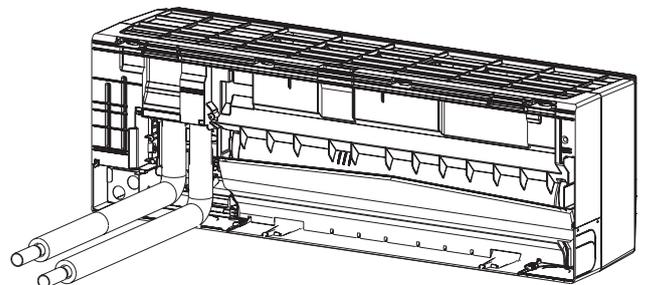

Fig. 3-20
- (8) Coloque los materiales de aislamiento Ⓛ en las partes cortadas Ⓓ de las cubiertas de la tubería para aislarlas. (Fig. 3-20)
- (9) Coloque la cubierta de la caja Ⓐ.